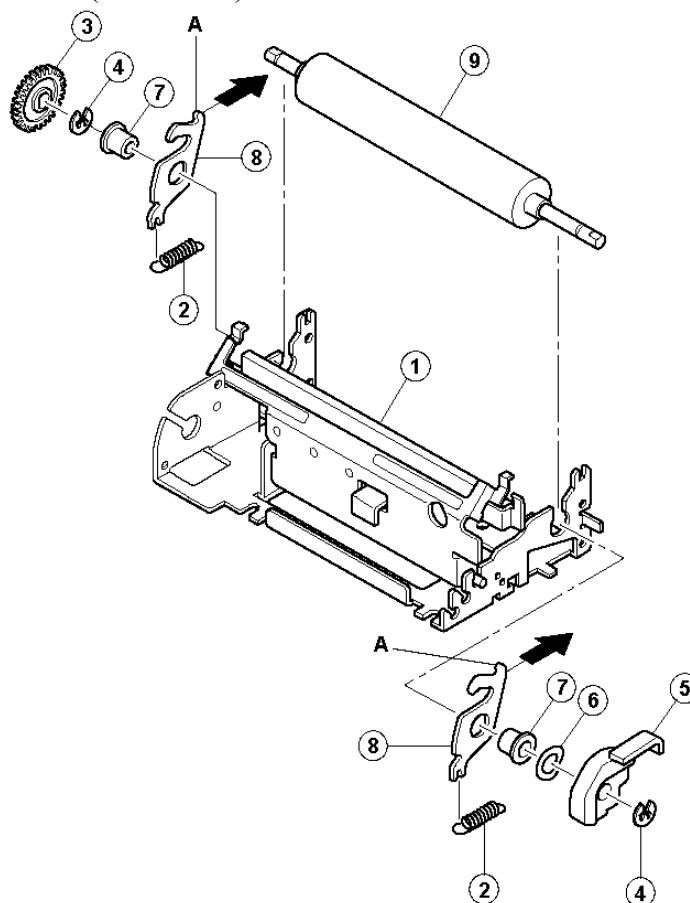

Рисунок 12 Полная разборка термопринтера
Разборка привода термопринтера (см. Рис. 12):
1. Сдвиньте рычаги (позиция А) в направлении, указанном стрелками (см. Рис. 12), и поднимите термоголовку (позиция 1).